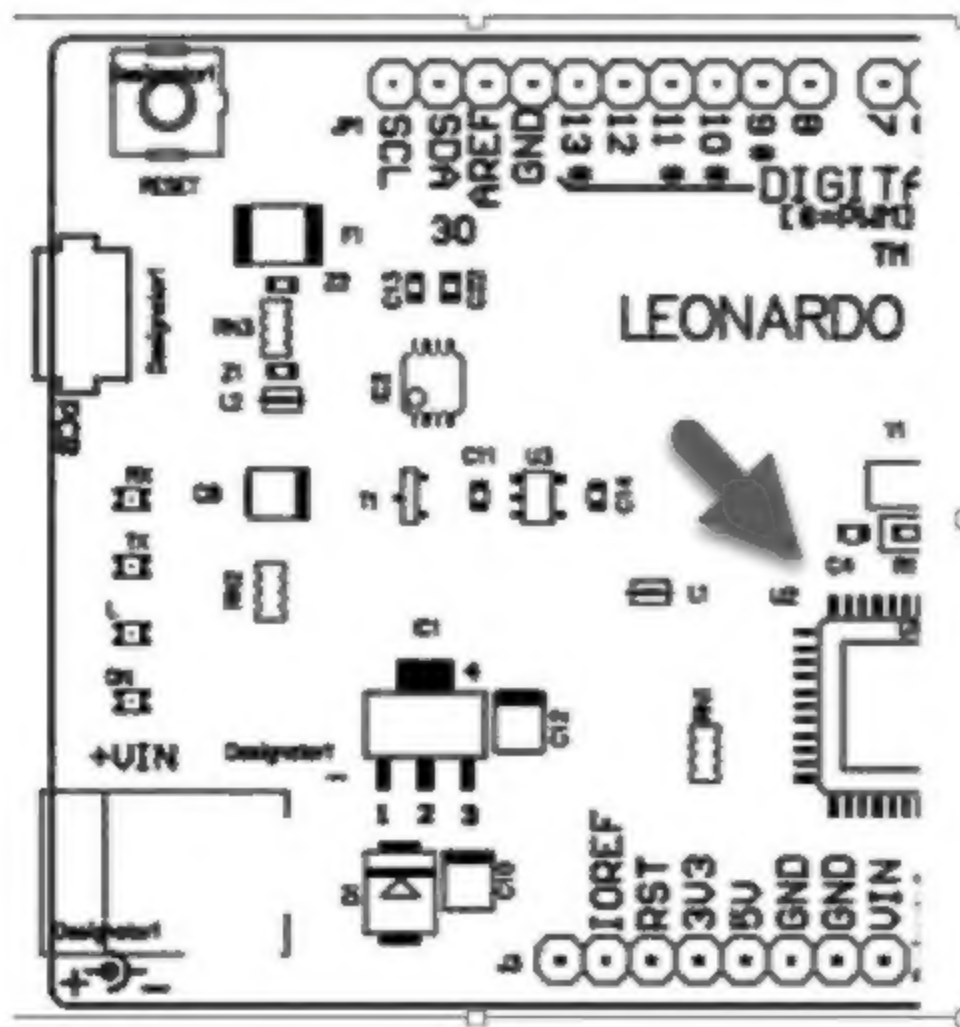

图 8-76 PDF 输出不完整
31. 智能 PDF 输出时只有一部分内容，没显示完，如图 8-76 所示。怎么解决？